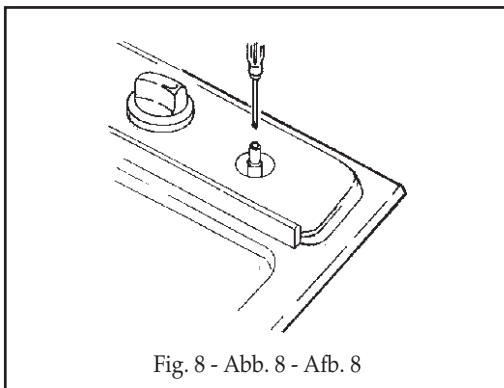

Fig. 8 - Abb. 8 - Afb. 8
- per la regolazione del minimo agire con opportuno cacciavite sulla vite posta sul rubinetto (Fig. 8) dopo averlo ruotato in posizione di minimo. Per GPL (butano/propano) avvitare a fondo.
- to adjust to the minimum, use a screwdriver on the screw placed on the tap (Fig. 8) after turning the tap to its minimum position. For LPG (butane/propane) screw tight.
- pour le réglage au minimum, tournez à l'aide d'un tournevis approprié la vis dans l'axe du robinet (Fig. 8) après avoir placé le robinet sur la position du minimum. Pour GPL (butane/propane) serrez à fond.
- bei der Einstellung des Mindestwertes, den Hahnhebel auf das Minimum drehen und die Einstellschraube am Hahn mit entsprechendem Schraubenzieher drehen (s. Abb. 8). Bei Betrieb mit Flüssiggas (Butan- /Propangas) Einstellschraube fest anziehen.
- para la regulación del mínimo, usar un destornillador apropiado en el tornillo puesto sobre la llave (Fig. 8) después de averlo girado en la posición de mínimo. Para GPL (Butano/propano) atornillar a fondo.
- teneinde het minimum in te stellen draait men met een schroefendraaier de schroef aan de kraan (z. afb. 8), nadat deze op het minimum gedraaid werd. Bij tostellen die op vloeibaar gas (butaan/propan) werken moet men de stelschroef vast aandraaien.
- para a regulação do mínimo agir com uma oportuna chave de parafuso colocado na torneira (Fig. 8) depois de o ter rodado à posição mínimo. Para GPL (butano/propano) ataraxar a fundo.